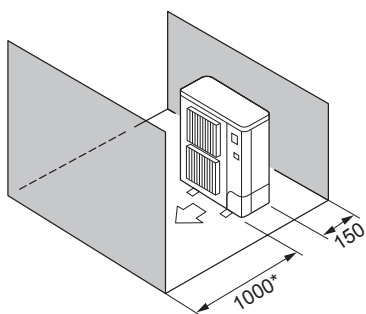

Fig. 2-7
- ⑤ Enbart hinder på framsidan och baksidan (Fig. 2-7)